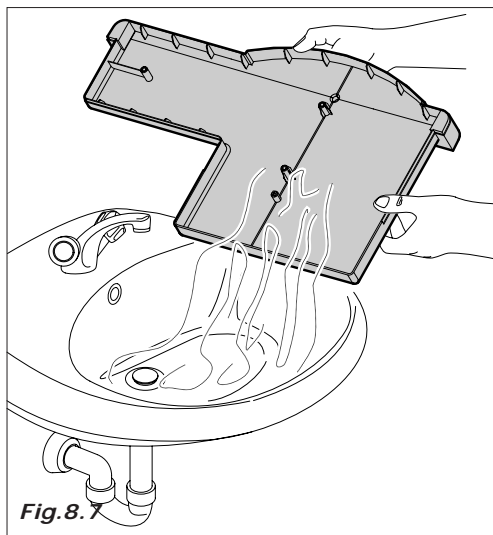

Fig. 8.7
- esvaziar os recipientes fundos líquidos, limpá-los e/ou substituí-los (Fig.8.7)